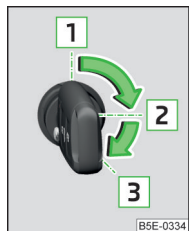

Fig. 120
Posizioni della chiave veicolo nel blocchetto di accensione » fig. 120
- Portare la chiave in posizione **1** » fig. 120 a pag. 104.